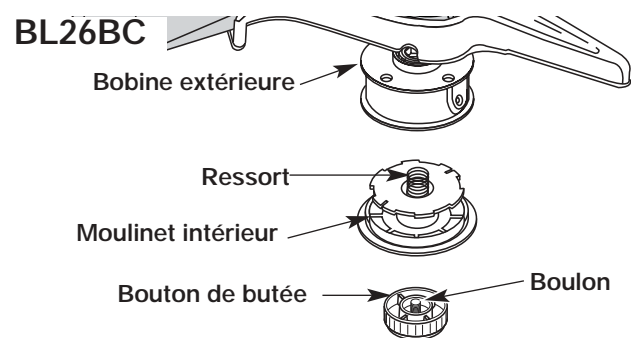

Fig. 31
1. Tenez la bobine extérieure d'une main et dévissez le bouton de butée vers à droite (Fig. 31 ou 32). Inspectez le boulon à l'intérieur du bouton de butée pour vous assurer qu'il se déplace librement. Remplacez le bouton de butée s'il est endommagé.
2. Retirez le moulinet intérieur de la bobine extérieure (Fig. 31 ou 32).
3. Retirez le ressort du moulinet (Fig. 31 ou 32).
- Tenez la bobine extérieure d'une main et dévissez le bouton de butée vers à droite (BL26BC) ou à gauche (BL26C0). Inspectez le boulon à l'intérieur du bouton de butée pour vous assurer qu'il se déplace librement. Remplacez le bouton de butée s'il est endommagé (Fig. 31 ou 32).
- Retirez l'ancien moulinet intérieur de la bobine extérieure (Fig. 31 ou 32).
- Retirez le ressort de l'ancien moulinet intérieur (Fig. 31 ou 32).